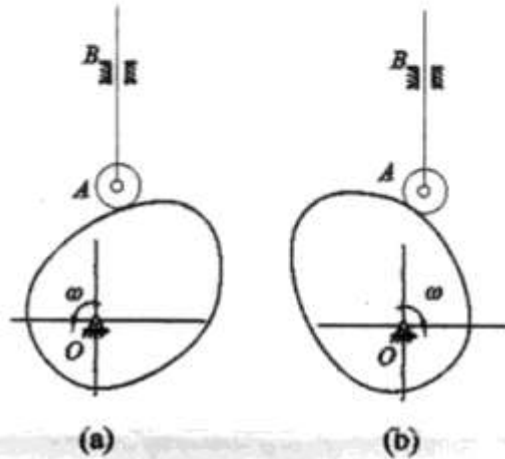

图 5
6. 在凸轮机构图(如图 5 所示)中标出凸轮的基圆半径  $r_b$ 、凸轮与推杆的速度瞬心  $P$ 、压力角  $\alpha$ 、偏心距  $e$ 、推杆位移  $s$ , 并论述: 1) 为减小传动中的压力角, 在凸轮廓线运动规律相同的条件下, 图示(a)、(b)哪种方案更有利? 2) 为减小高速传动中的惯性冲击, 选择何种凸轮廓线。(15 分)